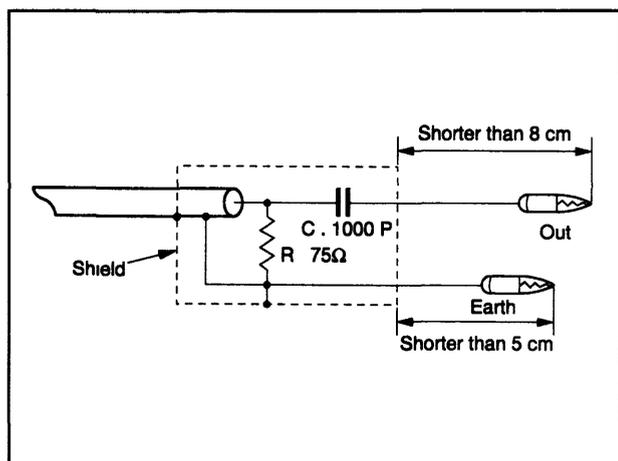

Fig 3-5-1 Ponta de prova
- (1) Use uma ponta de prova como mostrado na Fig 3-5-1.
- (2) Conecte um sinal com modulação de 1kHz somente no canal R ao TUNER
- (3) Conecte um osciloscópio na saída de áudio (AUDIO OUT)
- (4) Ajuste VR1502 para o mínimo nível de saída